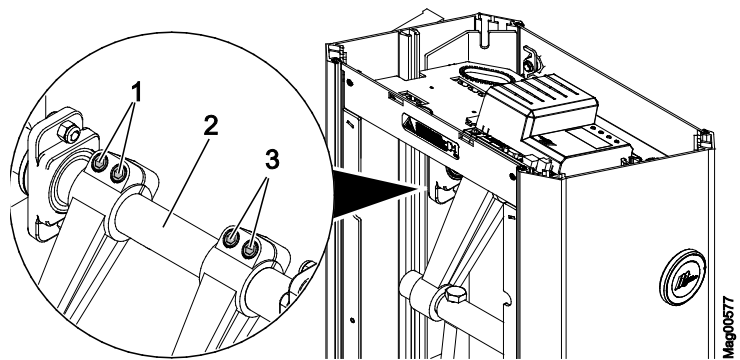

Abb. 32: Innensechskantschrauben lösen – Access XL2
- Access XL2: Siehe Seite 75, Abb. 32.